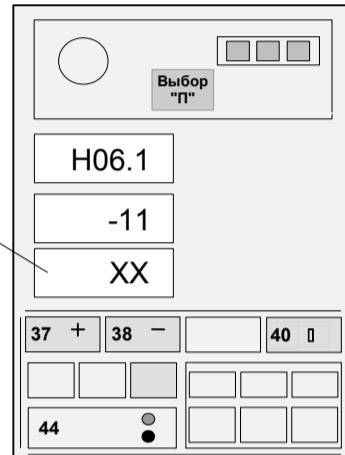

Рисунок 17 - Ввод температурного коэффициента
Если значение температурного коэффициента, указанное на жгуте ПрУ, отличается от значения, выдаваемого на средний ИЖЦ, нажатием кнопки 44 установить на верхнем ИЖЦ код "H06.1", а затем, нажимая кнопки "+" (37) и "-" (38), установить на среднем ИЖЦ значение коэффициента для ПрУ (см. рисунок 17 для коэффициента M11), причем знак плюс на индикаторе не отображается, а знак минус отображается символом " - ".